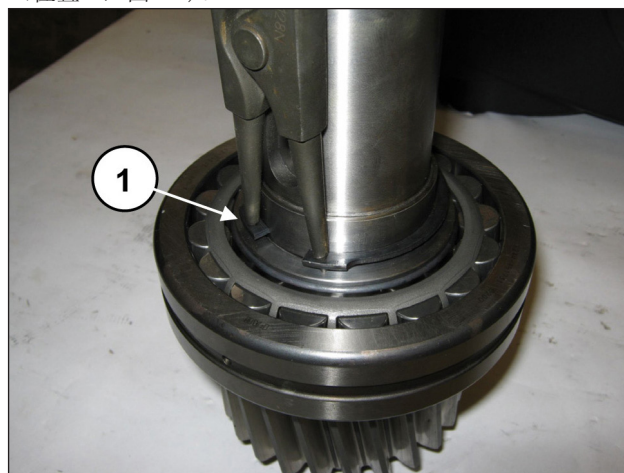
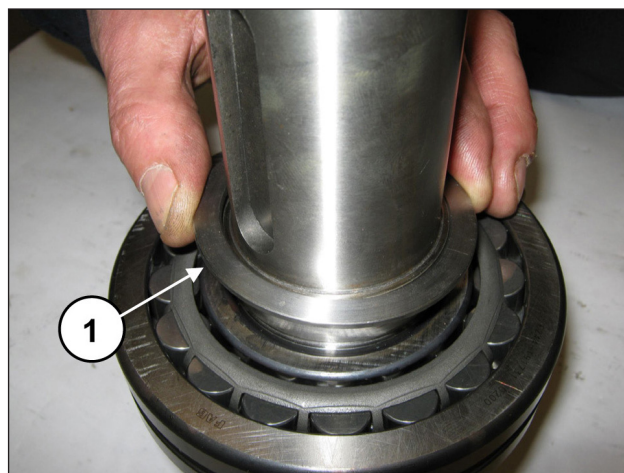

图 9
图 10
从小齿轮拆除开口环 Ø55（位置①，图 9）和轴承支撑环（位置①，图 10）。